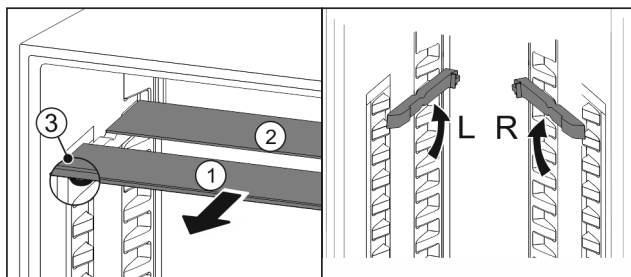

Fig. 55
- Retire las planchas de cristal individualmente hacia delante Fig. 55 (1).
- La placa de vidrio Fig. 55 (1) con moldura está situada delante.
- Los topes Fig. 55 (3) miran hacia abajo.